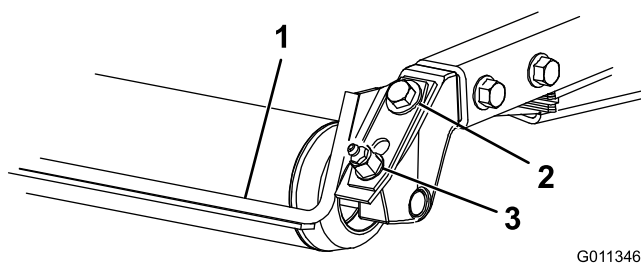

Figure 5
- Desserrez le graisseur et la vis de fixation (Figure 5).